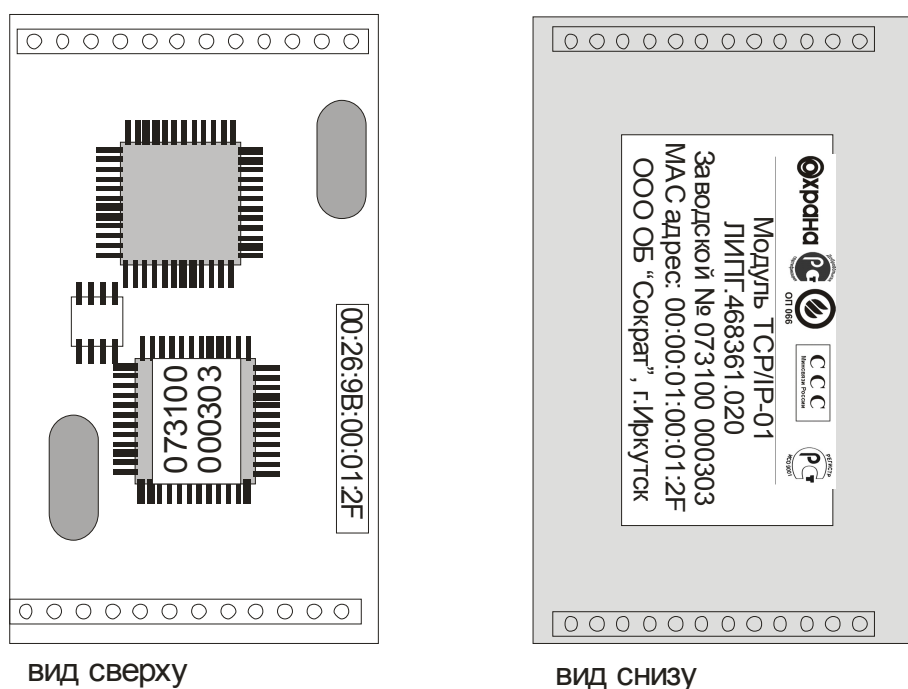

Рисунок 2: Модуль ТСР/ІР-01
4.2 Коммуникатор имеет пластиковый корпус. Внутри корпуса установлена печатная плата устройства с электронными компонентами. Функционально коммуникатор состоит из модуля Модем (микроконтроллер ATmega), модуля ТСР/IP-01 (рис. 2), блока интерфейсных микросхем и блока питания (рис. 1).